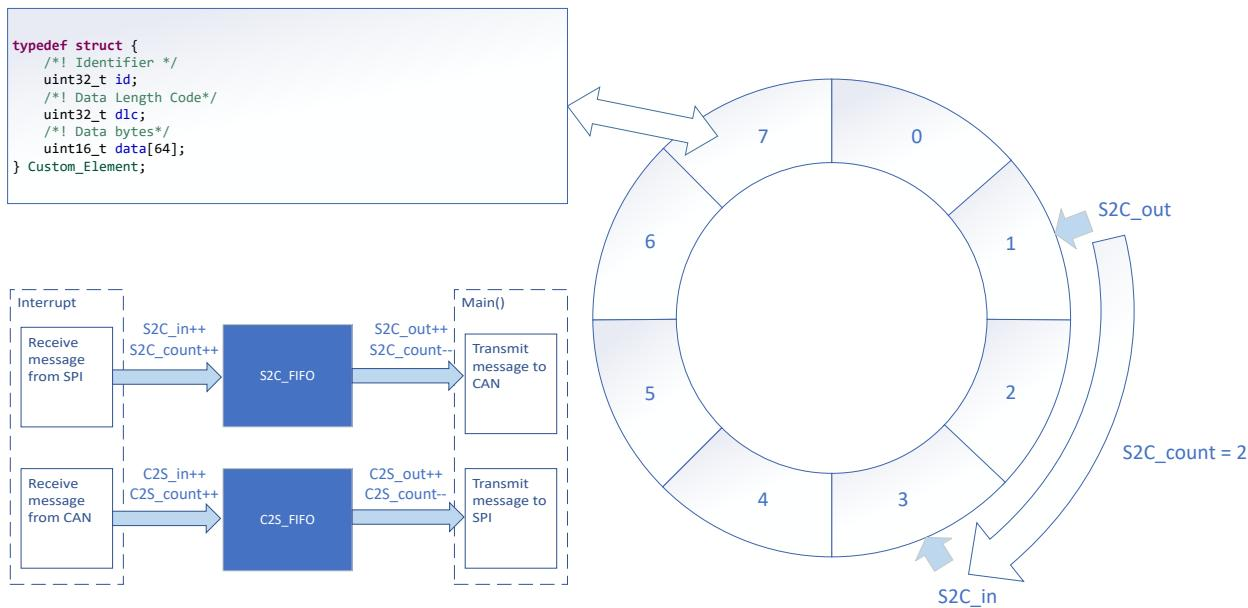

图44. 桥接器结构
- b. 考虑要转换哪些信息以及相应的载体（变量、FIFO）。在示例代码中，标识符、数据和数据长度从一个接口转换到另一接口。代码中定义了两个 FIFO，如图 44 所示。